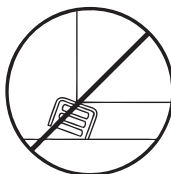

Figure 2
4. S'assurer que la charge est correctement placée sur chaque patin, Figures 2 et 4.